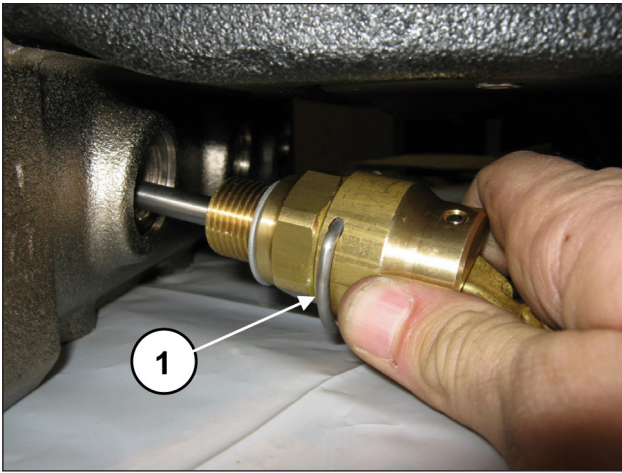
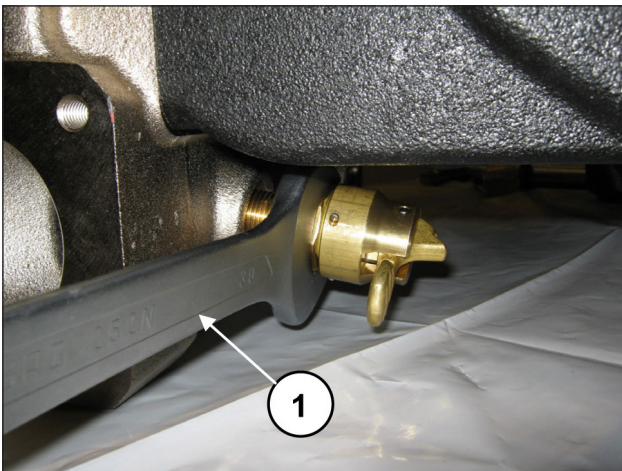

Abb. 170
Abb. 171
Eichen Sie die Schrauben M18x65 und M16x45 der Saug- und Druckventildeckel mit einem Drehmomentschlüssel, wie in Kapitel 3 EICHWERTE FÜR DEN SCHRAUBENANZUG gezeigt. Bringen Sie die Ventilöffner an (Pos. ①, Abb. 170) und drehen Sie diese mit einem 30 mm Schlüssel fest (Pos. ①, Abb. 171).